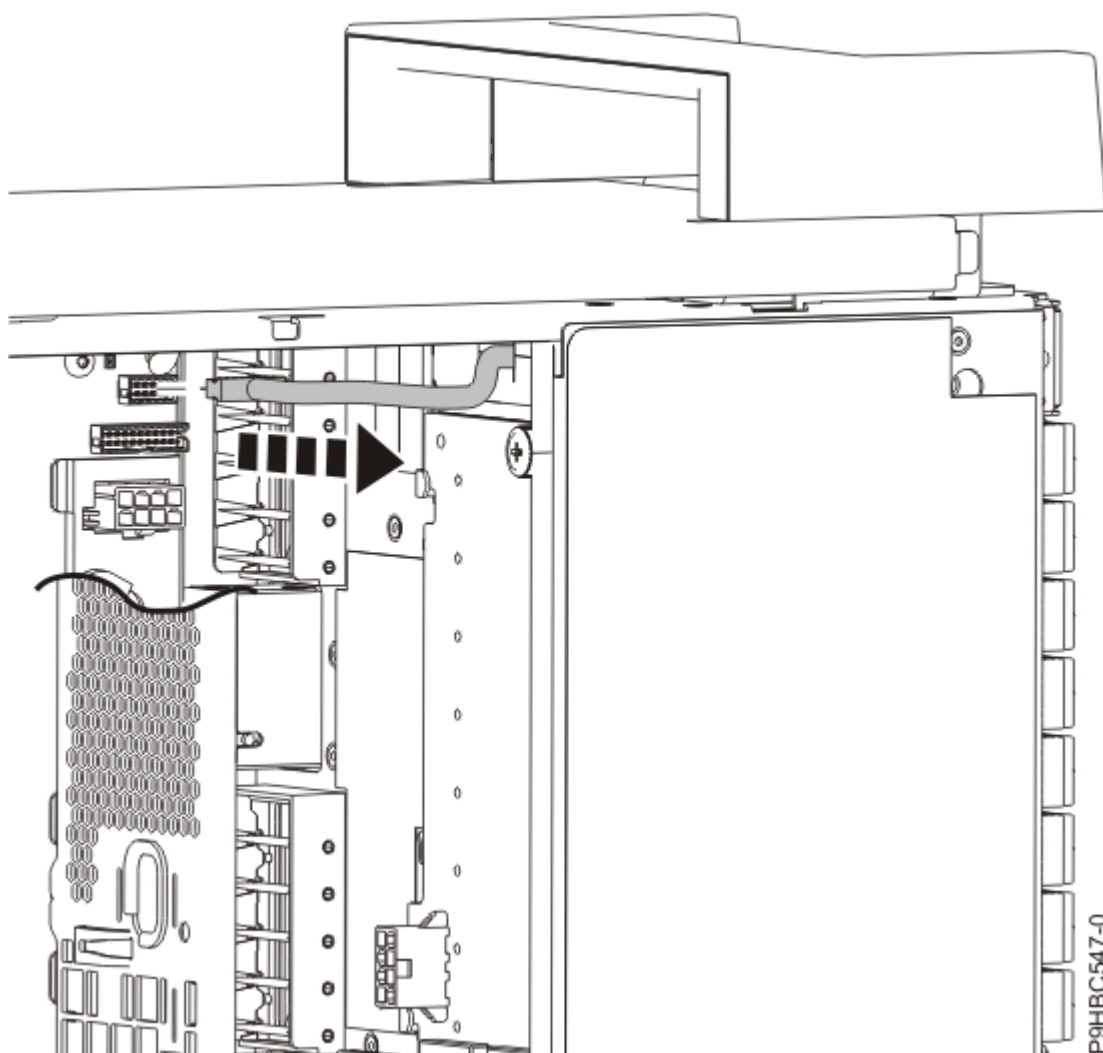

*Figura 108. Extracció parcial de l'estació d'acoblament RDX*
- a) Empenyeu cap amunt el pestell de l'estació d'acoblament RDX en la direcció de la fletxa, tal com es mostra a la Figura 108 a la pàgina 115.